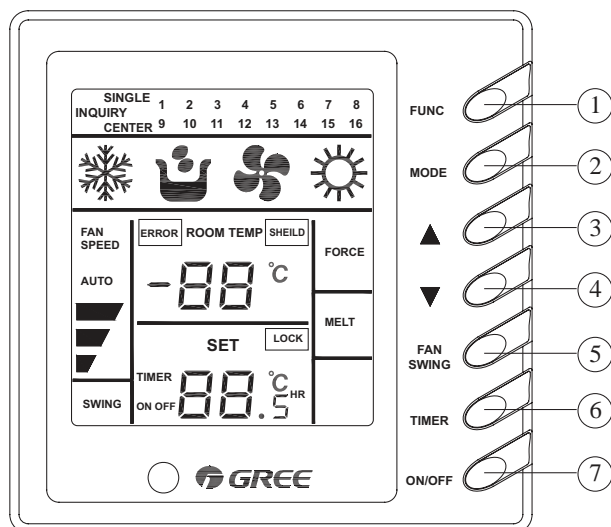

Рис. 3.17
3.4.1 Описание кнопок пульта ZJA011 (рис. 3.17, табл. 3.3).